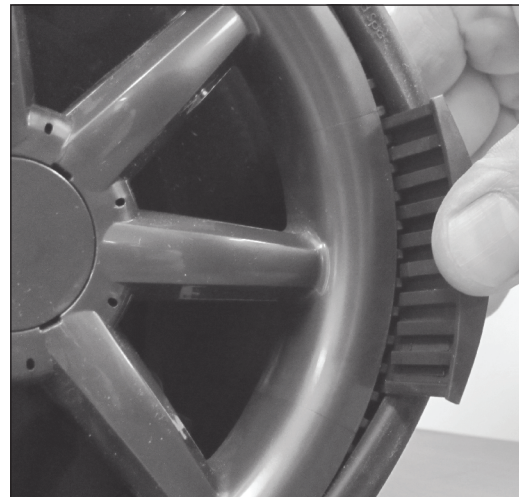

Abbildung 21.
1. Um den Reifenkeil zu montieren, ziehen Sie den Gummireifen vom Kunststoffrad weg und drücken Sie den Einsatz fest zwischen Reifen und Rad. Die glatte Oberfläche auf der Unterseite des Keils muss zuerst eingesetzt werden, und zwar von der Außenseite zur Innenseite der Reinigeräder. **Siehe Abbildung 21.** Vergewissern Sie sich, dass die Schlitz auf dem Kunststoffrad und die Schlitz auf der Unterseite des Keils ineinander einrasten.